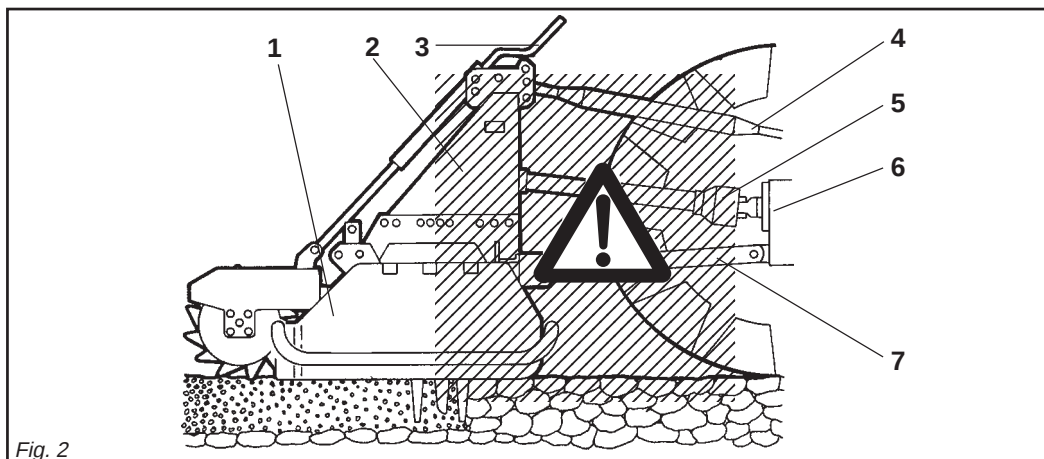

Fig. 2
- 24) *It is absolutely forbidden to stand between the tractor and the implement (Fig. 2) when the engine is running and the cardan shaft is engaged without having first engaged the hand brake and placed a block or stone under the wheels to prevent them from moving.*
- 24) Es ist absolut verboten, bei laufendem Motor und eingeschalteter Gelenkwelle zwischen den Schlepper und das Gerät zu treten (Abb. 2). Dazu muß die Feststellbremse gezogen werden und unter die Räder ein Bremskeil oder ein großer Stein gelegt worden sein.
- 24) *Il est absolument interdit de se mettre entre le tracteur et l'appareil (Fig. 2) quand le moteur est en marche et le cardan enclenché, sans avoir tiré le frein de stationnement et bloqué les roues avec une cale ou un caillou.*
- 24) Está terminantemente prohibido colocarse entre el tractor y el equipo (Fig. 2) con motor encendido y cardán inserido, o sin haber accionado el freno de estacionamiento y de colocar, debajo de las ruedas, una piedra u otro elemento de bloqueo.
- 28) È assolutamente vietato interporci fra il trattore e l'attacco della macchina per manovrare il comando dall'esterno per il sollevamento (Fig. 2).
- 28) *It is absolutely forbidden to stand between the tractor and the implement when manoeuvring the lift control from the outside (Fig. 2).*
- 28) Es ist absolut verboten, zwischen den Schlepper und den Anschluß zu treten, um die Aushebung von außen zu betätigen (Abb. 2).
- 28) *Il est absolument interdit de se mettre entre le tracteur et l'attelage pour manoeuvrer la commande de relevage de l'extérieur (Fig. 2).*